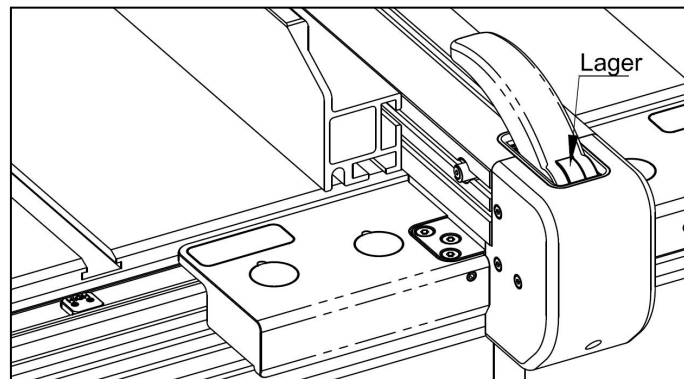

Abb. 9-1
- Stellen Sie sicher, dass der Anschlag ohne jegliches Wackeln reibungslos bewegt wird. Wenn ein Wackeln festgestellt wird, überprüfen Sie die Rollen auf Lockerheit und nehmen Sie die erforderlichen Anpassungen gemäß **Kapitel 6.6 (4)** vor.
- Testen Sie den Verriegelungsmechanismus auf seine Wirksamkeit. Wenn irgendwelche Verriegelungsprobleme festgestellt werden, befolgen Sie die Anpassungsanweisungen gemäß **Kapitel 6.6 (5) und (6)**.
- Vermeiden Sie es, dass Wasser oder Schweiß das Lager am Verriegelungsgriff erreicht. Tragen Sie einen Rostinhibitor auf, wie in Abbildung 9-1 dargestellt.